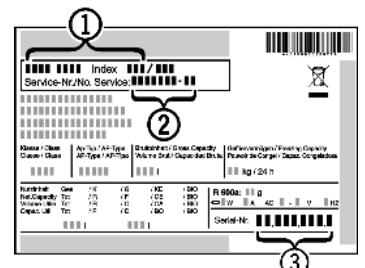

Fig. 9
- ▶ A készülék megnevezését *Fig. 9 (1)*, a szerviz- *Fig. 9 (2)* és sorozatszámot *Fig. 9 (3)* a típus tábláról olvassa le. A típus tábla a készülék belsejében baloldalon található.
- ▶ Értésítse a vevőszolgálatot a hibáról, és adja meg nekik a készülék megnevezését *Fig. 9 (1)*, a szerviz- *Fig. 9 (2)* és a sorozatszámot *Fig. 9 (3)*.